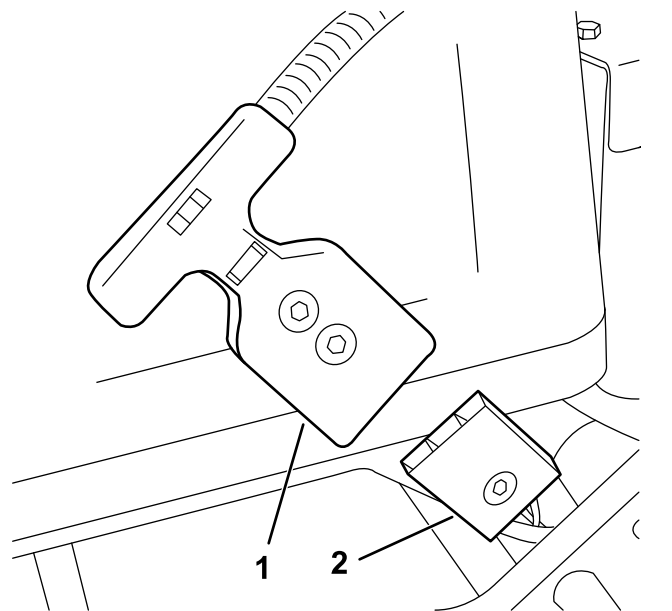

Figura 33
4. Scollegate il connettore della maniglia a T del cablaggio preassemblato principale dal connettore dell'alimentazione principale sulla base della batteria (Figura 33).
4. Collegate la maniglia a T di al connettore del pacco batteria (Figura 33)